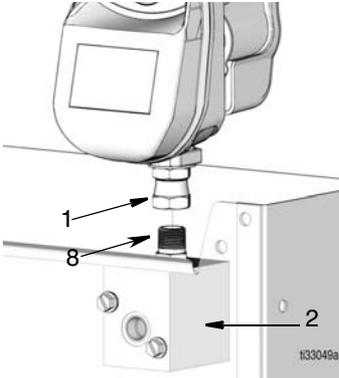

ABB. 12
- Das Dosierventil im Ölthekengehäuse einbauen, indem man Fitting (1) am gemessenen Abgabeventil an den Rohrnippel (8) im Verteiler (2) anschließt (siehe ABB. 12). Gut festziehen.